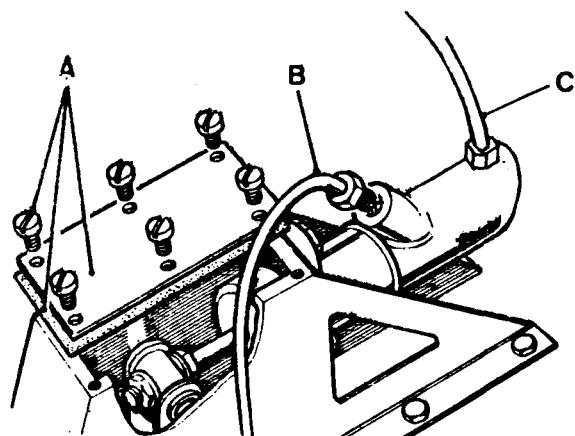
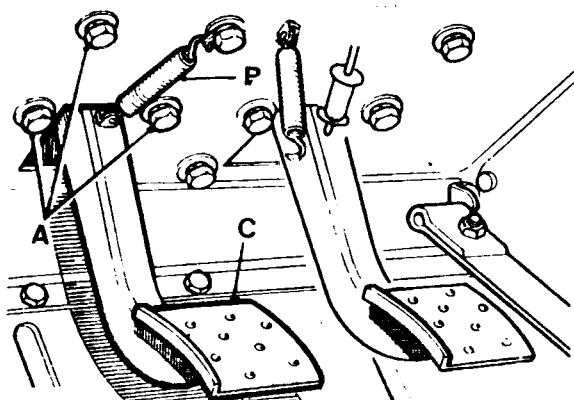
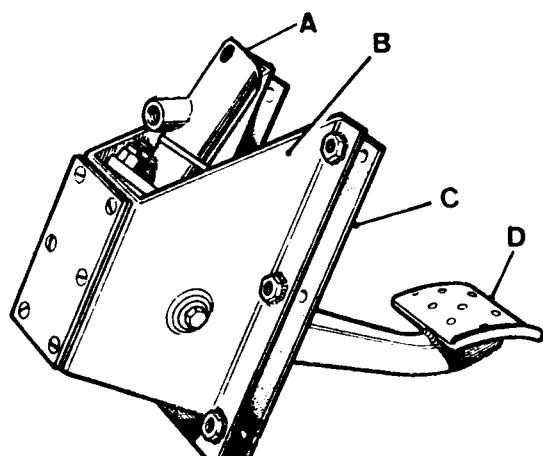

Fig. B2-17 - Tapa y cilindro principal del embrague.
Fig. B2-18 - Pedal del freno y piezas de sujeción del soporte.
Fig. B2-19 - Conjunto del soporte, pedal y cilindro principal.
1.1.- Con el capó desmontado, se soltarán las tuberías de entrada y salida de líquido al cilindro principal (fig.B2-17); se extraerán los tornillos que fijan el conjunto del soporte del pedal (fig.B2-18) y el muelle de retroceso, retirando el soporte con el cilindro principal y pedal (fig. B2-19).
1.2.- Despues de quitar la tapa (fig. B2-17), sujetada por los correspondientes tornillos, se separará la junta y los elementos de fijación de la varilla de empuje, introduciendo luego ésta en el cilindro hasta que su extremo -deje libre el pasador al que se articula en el extremo de la palanca del pedal.